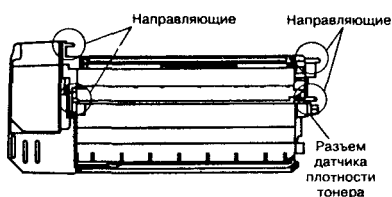

Рис. 7.4
1. Снимите картридж с аппарата и проверьте целостность четырех направляющих и разъем датчика концентрации тонера (2 ряда по 4 контакта) (рис. 7.4). Поломка направляющих на картридже может привести к неисправности аппарата после установки в него картриджа. Если будет сломан разъем, то аппарат просто не будет работать.